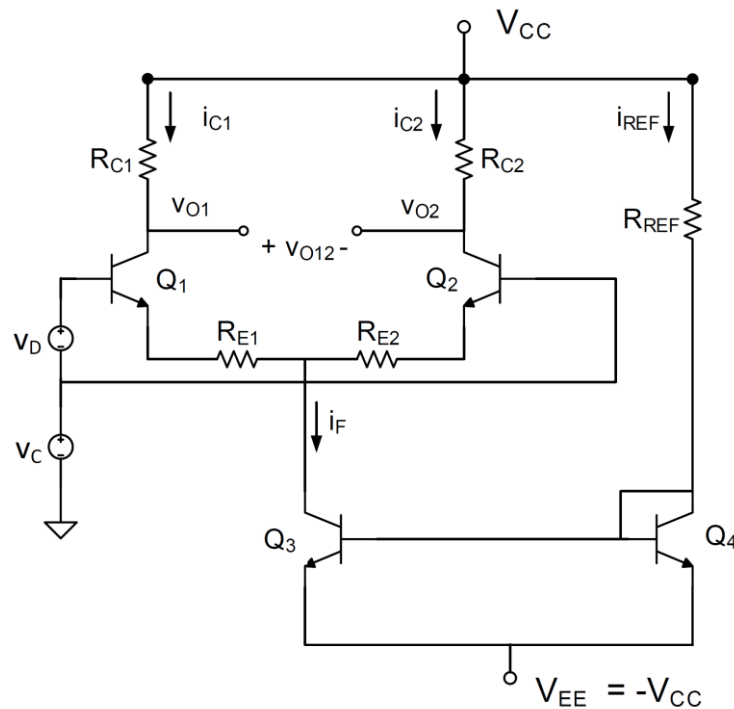

Figura L2.2: Par diferencial para simulação.
Simule com o LTSpice o funcionamento do par diferencial, utilizando o circuito da Figura L2.2. Considere os transístores CA3046 descritos pelo seguinte modelo:
No circuito da Figura L2.2 faça $v_c=0$.
No circuito da Figura L2.2 faça $v_d=0$.
- 4.8. No circuito da Figura L2.2 modifique os valores de R_{C1} e R_{C2} em 5% do seu valor nominal,